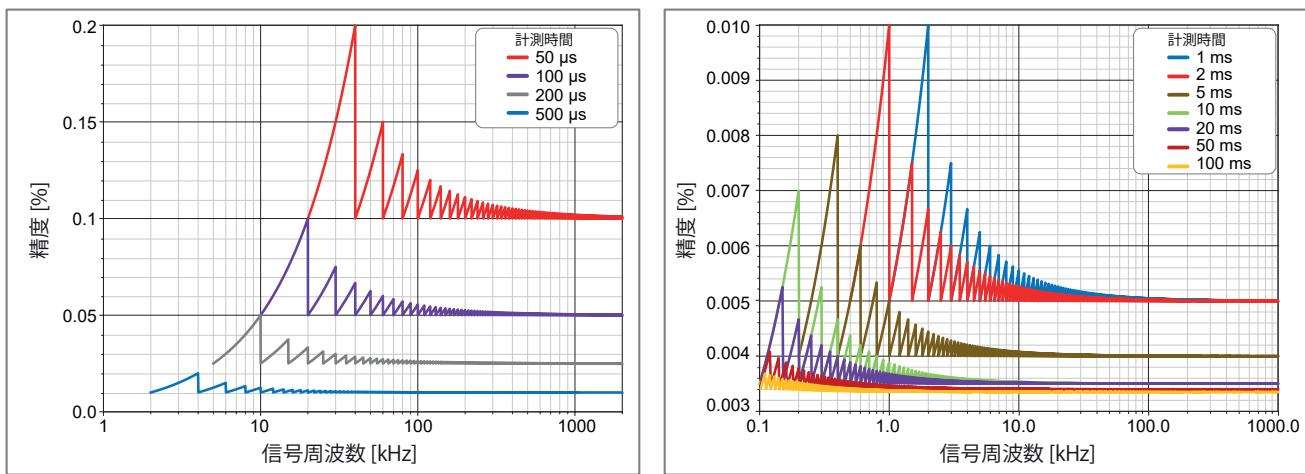
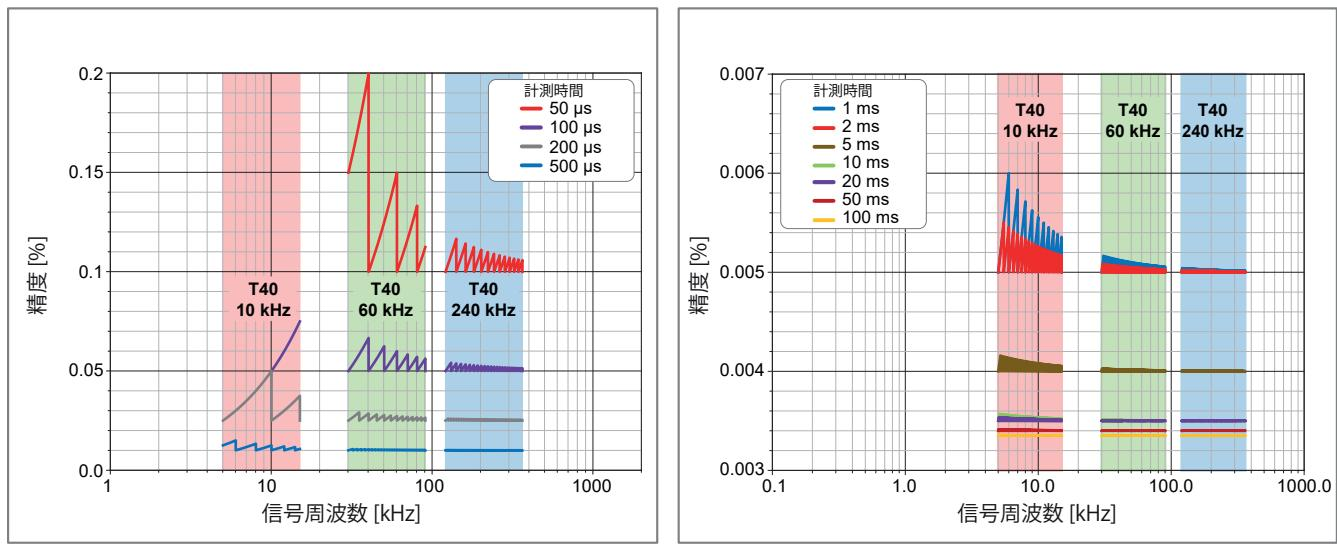
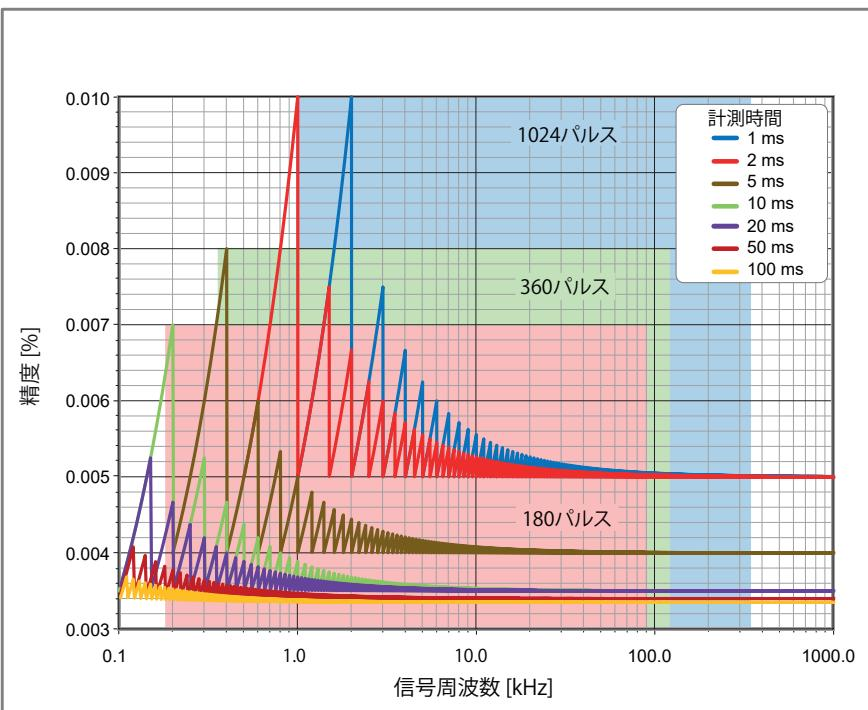

図 17: 最大周波数不確かさ
図 18: トルク動作範囲対誤差および計測時間
図 19: RPM センサの動作範囲に対する誤差および計測時間
(1) 注: 最高の精度を得るために、選択した周波数範囲に対して周波数プリスケーラをできるだけ小さくする。
(2) ワーストケースシナリオの信号周波数が表示値よりわずかに低くなりますが、これは観察されるのこぎり歯パターン 図 17。
これらの動作範囲をタイマー誤差プロット 図 17 の上に重ねると、以下のような結果 図 18 になります(以下参照)。
これらの動作範囲をタイマー誤差プロット 図 17 の上に重ねると、以下のような結果 図 19 になります(以下参照)。